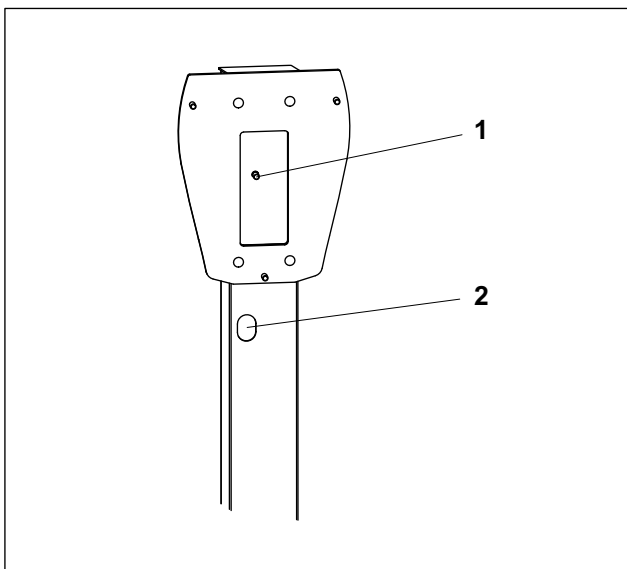

Fig. 6 Punto di messa a terra della stele
7. Fissare il secondo manicotto passacavo (in dotazione) all'apertura di uscita dei cavi (fig. 6/2).
9. Collegare il sistema di protezione equipotenziale al bullone di terra (fig. 6/1) della stele.